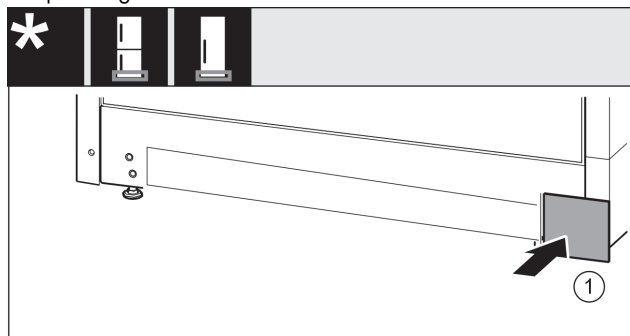

Fig. 44
- Remettre le cache Fig. 44 (1) en place de l'autre côté.